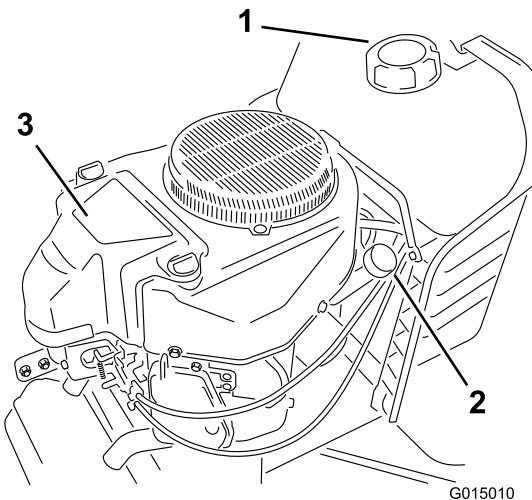

Figura 17
5. Pulite attorno all'asta di livello (Figura 17) in modo che la morchia non possa penetrare nel foro di rifornimento e danneggiare il motore.
- 10. Versate lentamente circa l'80% della quantità indicata d'olio nel foro di rifornimento (Figura 17). Controllate il livello dell'olio; vedere Controllo del livello dell'olio.
6. Versate lentamente circa l'80% della quantità indicata d'olio nel foro di rifornimento (Figura 17). Controllate il livello dell'olio; vedere le voci 6 e 7 della sezione Controllo del livello dell'olio.